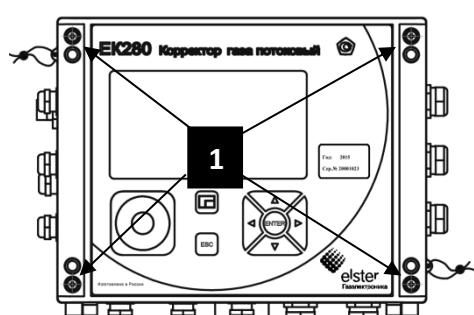

Рисунок 16
- 1 Закройте крышку ЕК280 используя винты (рисунок 16 **1**).